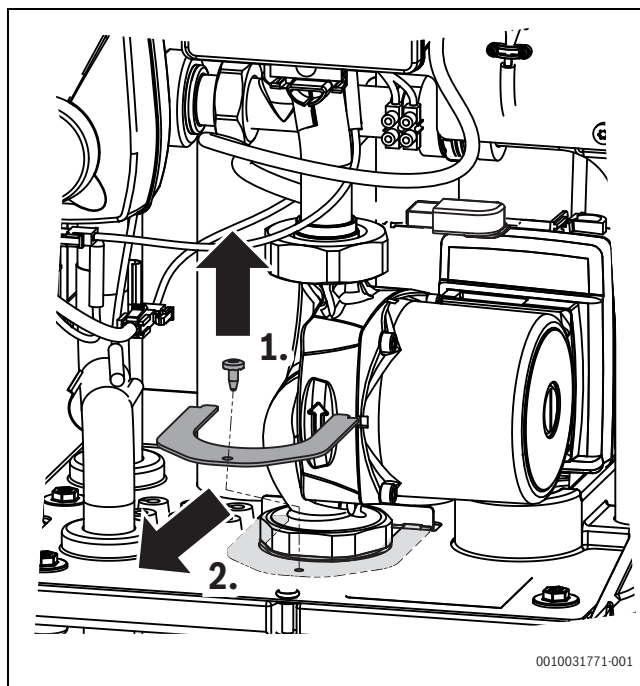

Fig. 42 Rimozione della lamiera di sicurezza
- ▶ Rimuovere la vite di sicurezza ed estrarre da davanti la lamiera di sicurezza (→ fig. 42).